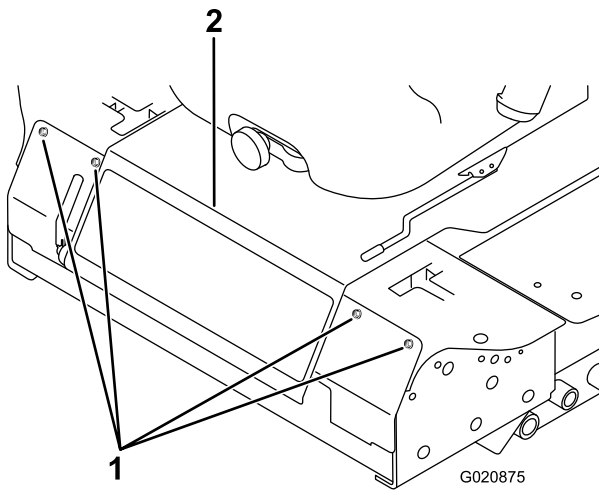

Bild 55
3. Nehmen Sie die Schrauben ab, mit denen die Frontplatte befestigt ist, und nehmen Sie sie ab (Bild 55).